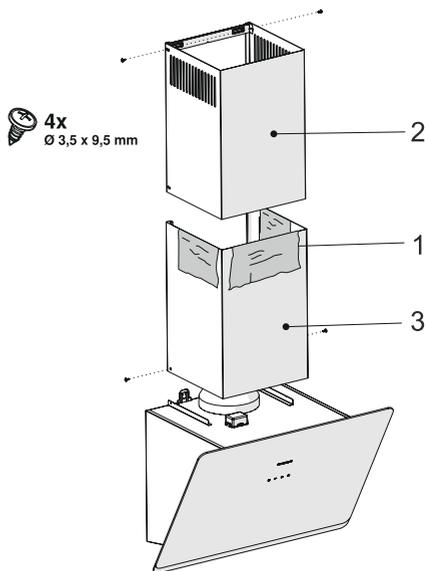

Fig. 14
- S'il y a des feuilles de protection sur les conduits, retirez-les (Fig. 14 / 1).
- En tirant le conduit supérieur vers le haut et en le vissant à la plaque de raccordement du conduit à travers les côtés gauche et droit (Fig. 14 / 2).
- Montez le conduit inférieur sur le corps par les côtés gauche et droit.(Fig. 14).